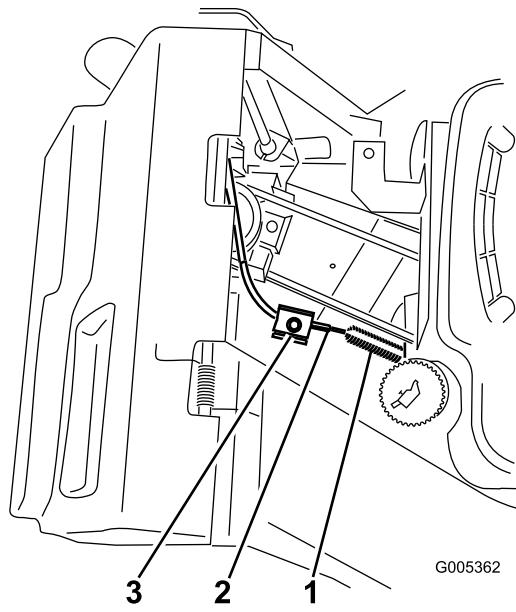

Bild 32
5. Lockern Sie die Kabelklemmenschraube, bis sich der Bremszug verschieben lässt (Bild 32).